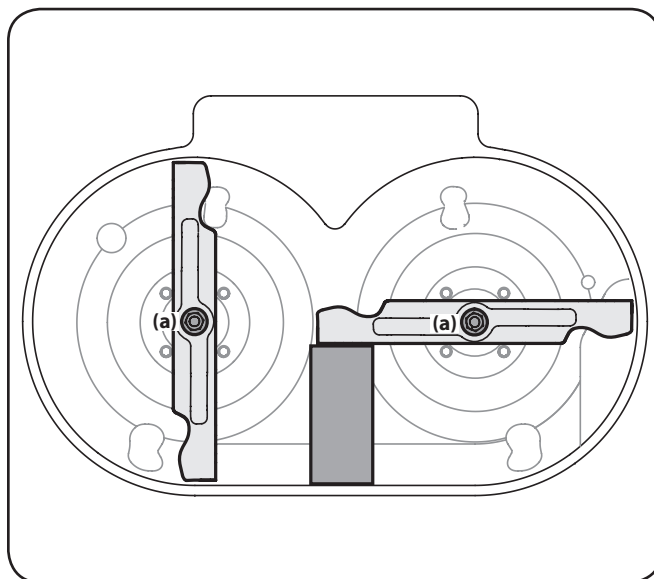

Figure 7-5
2. Placez un morceau de bois entre le boîtier du plateau de coupe et la lame de coupe pour empêcher tout mouvement. Voir Figure 7-5.
3. Retirez l'écrou à bride (a) qui fixe la lame à la fusée. Voir Figure 7-5.